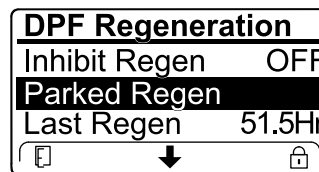

図 71
- エンジンコンピュータがリカバリ再生を要求している、またはリカバリ再生の処理中である時には、駐車再生 PARKED REGEN を選択することはできません。駐車再生はロックされ、施錠アイコン 図 71 がインフォセンターの右下に表示されます。